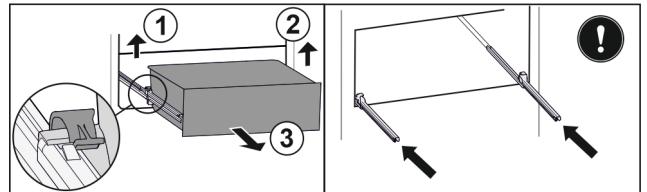

Fig. 64
- ▶ Linker klem optillen en gelijktijdig lade links naar voren trekken. Fig. 64 (1)
- ▶ Rechter klem optillen en gelijktijdig lade rechts naar voren trekken. Fig. 64 (2)
- ▶ Lade naar voren toe verwijderen. Fig. 64 (3)